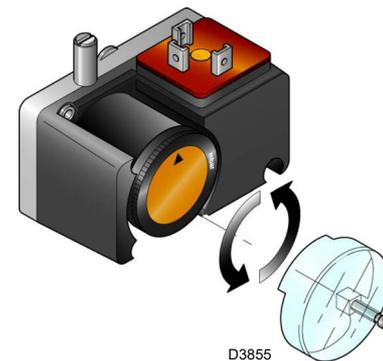

Abb. 34
- Den Druckwächter für die Dichtheitskontrolle (Kit PVP)(Abb. 34 auf Seite 33), falls vorhanden, gemäß den dem Kit beiliegenden Anweisungen einstellen.
Stellen Sie den Druckwächter für die Dichtheitskontrolle (Kit PVP) (Abb. 34) gemäß den dem Kit beiliegenden Anweisungen ein.